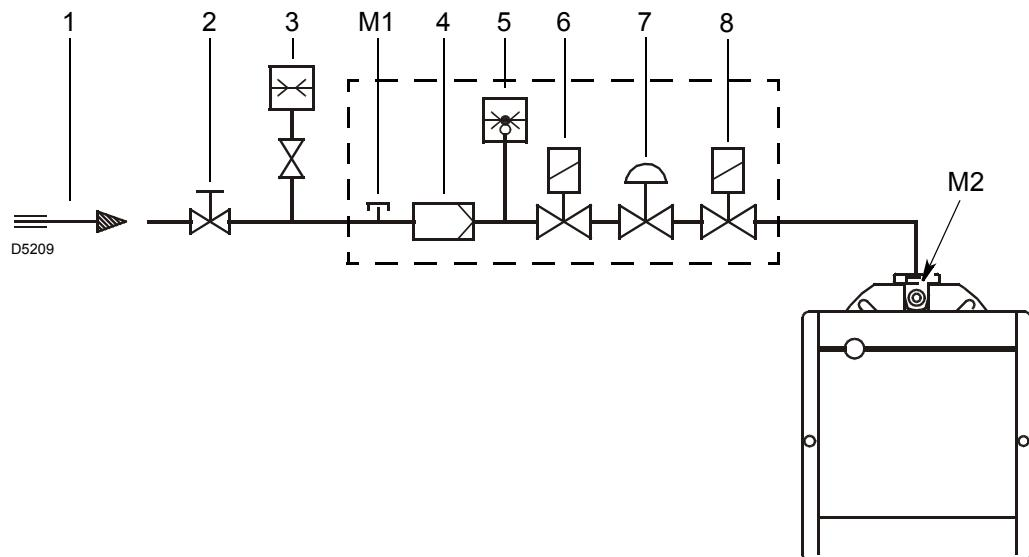

Fig. 16
Leyenda (Fig. 16)
Presión del gas medida en la toma M2)(Fig. 16), con:
- sustraer de la presión del gas en la toma M2)(Fig. 16) la presión cámara de combustión.
Para conocer la presión del gas necesario en la toma M2)(Fig. 16), fijada la potencia máxima de modulación a la cual se desea que funcione el quemador:
- Leer a la derecha, columna 1, la presión en la toma M2)(Fig. 16).